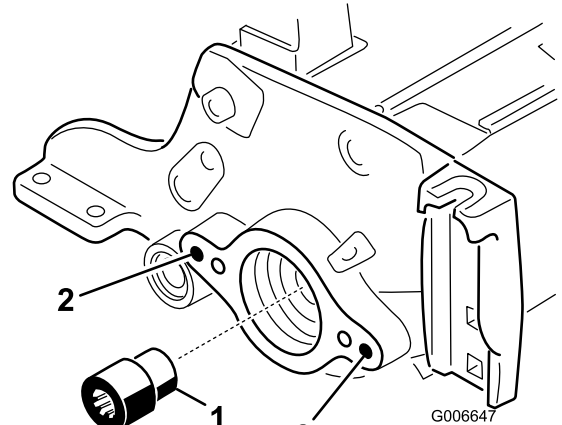

図 7
12. リール駆動シャフトツールを使って、リールシャフトのリールモータ側の端部からスプライン付きインサートを取り外す 図 7。モデル 03665 および 03666 にはツール TOR4112 を使用する。モデル 03685 および 03686 にはツール TOR4074 を使用する。スプライン付きインサートが入っていたところのネジ部についているグリスをきれいにふき取ること。
13. リールシャフトに新しい長いスプライン付きインサートを取り付ける 図 7。インサートを取り付ける前に、ネジ山部分にロックタイト青を塗りつける。8595 in-lb 11.512.8 kg.m にトルク締めする。
15. 3/8-16 タップを使って、左右のサイドプレートの取り付け穴の内壁のペイントを除去する。 図 7。